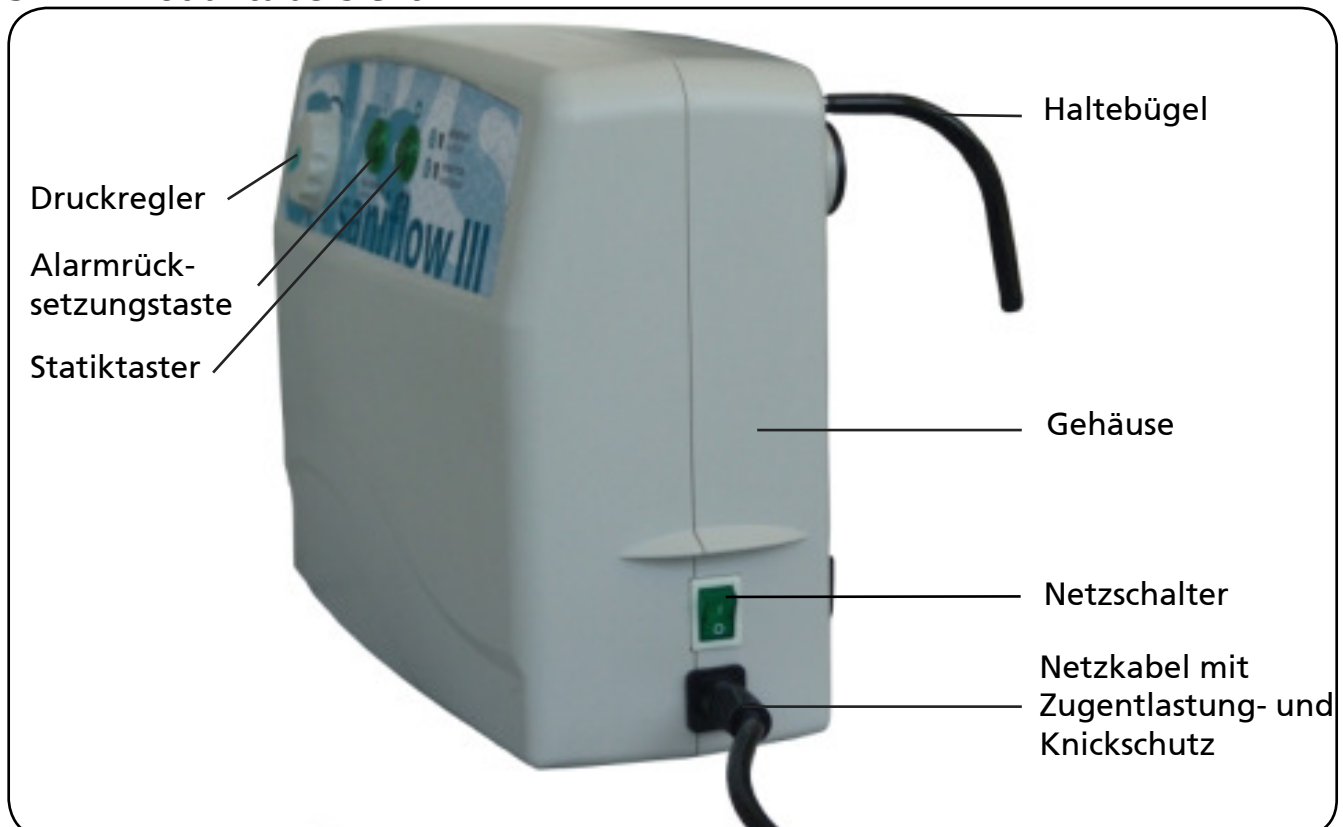

Abbildung 02
Über einen Druckregler am Aggregat (siehe Abbildung 02+06) kann der Fülldruck stufenlos in einem Skalierungsbereich von 1 bis 10 individuell an das Patientengewicht bzw. die momentane Belastungssituation angepasst werden.
1. Schalten Sie das Aggregat mit dem Netzschalter ein (siehe Abbildung 02). Die Betriebskontrollleuchte im Netzschalter leuchtet grün auf.